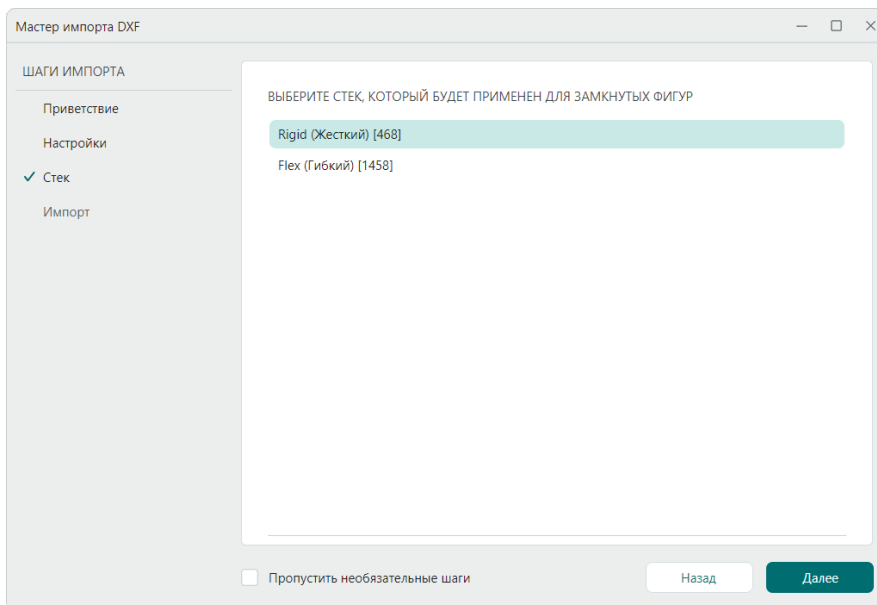

Рис. 10 Шаг мастера импорта «Стек»
7. Шаг мастера импорта DXF «Стек» доступен для работы при импорте границ платы на слой BOARD_OUTLINE в проект с несколькими стеками. В случае если печатная плата имеет один стек или импорт производится на другие слои, данный шаг будет пропущен автоматически, см. Рис. 10.